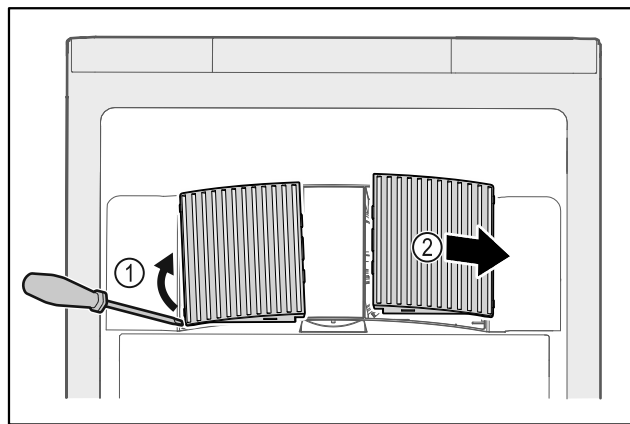

Fig. 59
- Lirk ut ventilatordekslene fra siden Fig. 59 (1), og ta dem ut forover Fig. 59 (2).